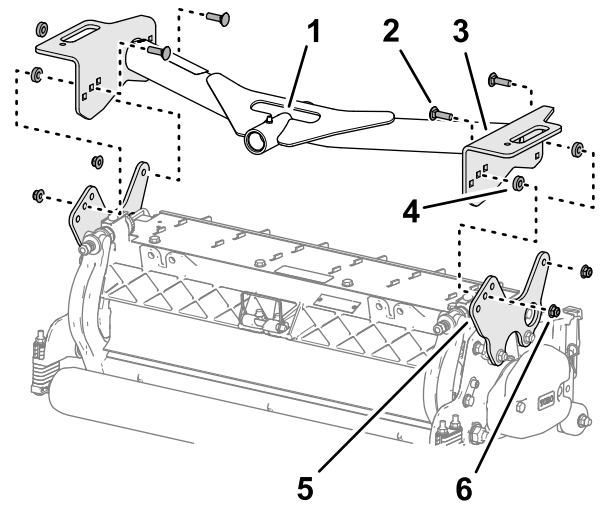

Bild 19
- Richten Sie die Löcher in den Platten des vorderen Trägerrahmens auf die Löcher in den Montageplatten des Mähwerks aus (**Bild 19**).
- Legen Sie ein Distanzstück zwischen der Trägerplatte und der Montageplatte ein (**Bild 19**) und befestigen Sie die Platten und das Distanzstück lose mit einer Schlossschraube ($\frac{3}{8}$ " x $2\frac{1}{4}$ ") und einer Sicherungsbundmutter ($\frac{3}{8}$ ").